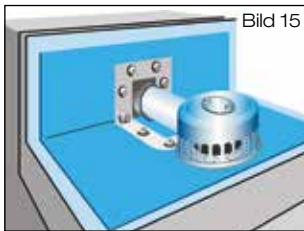

Bild 15
- 2.8 Ablaufrohr von DRAINJET®-Attikahaube in Rohrmuffe stecken (Bild 15).
- 3.8 Ablaufrohr von DRAINJET®-Attikahaube in Rohrmuffe stecken (Bild 15).